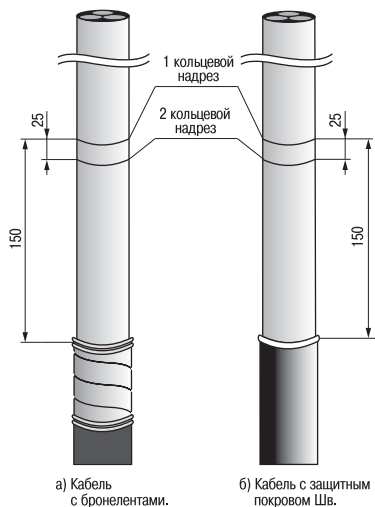

Рисунок 3
4.7 На расстоянии 150 мм от среза брони (шланга) выполнить на оболочке кабеля первый кольцевой надрез на половину толщины оболочки и, на расстоянии 25 мм от первого, второй кольцевой надрез (рисунок 3).